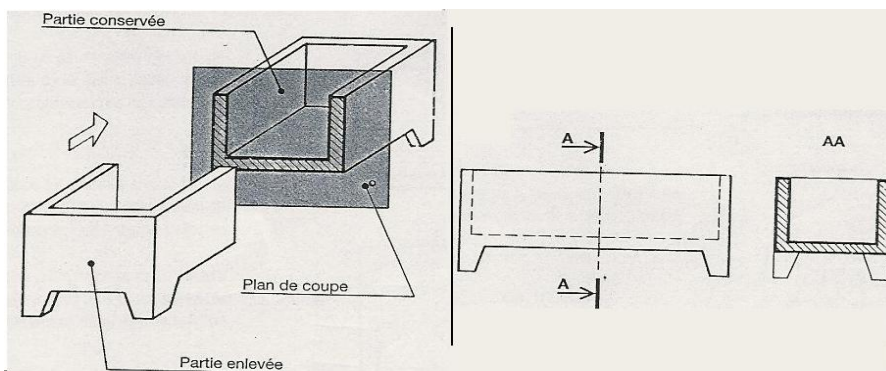

Figure 03
- **Remarque:** On dessine les coupes en correspondance avec les vues où elles sont repérées. CF figure 03